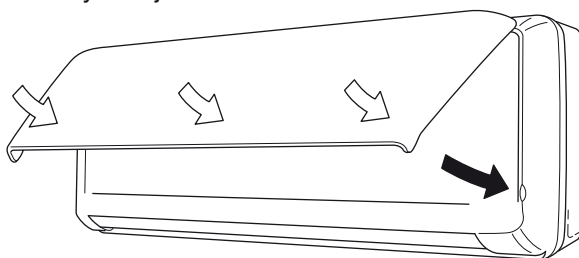

Fig. 19-2
- (6) Después de haber cerrado el panel frontal, resione firmemente las partes indicadas con las flechas para fijar con seguridad el panel en su lugar. (Fig. 19-2)